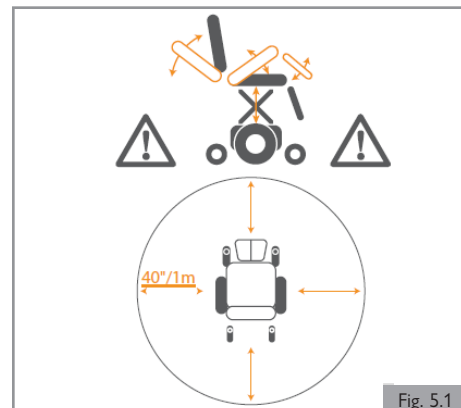

Fig. 5.1
- Comme avec n'importe quelle pièce mobile, faites attention de ne pas coincer vos doigts (Fig. 5.1).